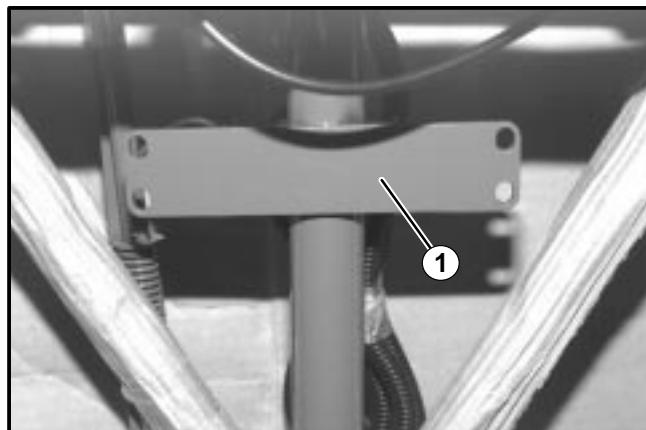

FIGURE 17
13. Pour les moteurs Briggs desserrer et enlever les deux (2) vis de 10mm qui maintiennent le capot de l'accélérateur au moteur. Pivoter le capot de l'accélérateur vers l'avant pour permettre l'accès à l'accélérateur. Voir Figure 17.
pour documentation (Voir la Fig. 17). Bien serrer le tube pour documentation en utilisant les attache-câbles.